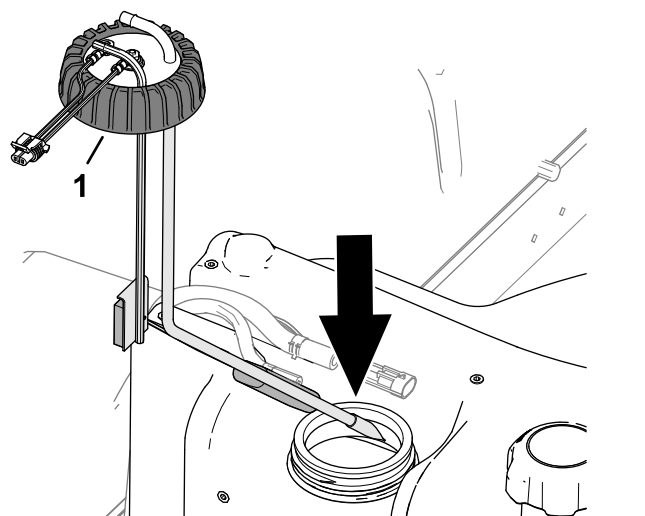

Рисунок 92
2. Осторожно установите топливозаборную трубу и поплавок в топливный бак (Рисунок 92).